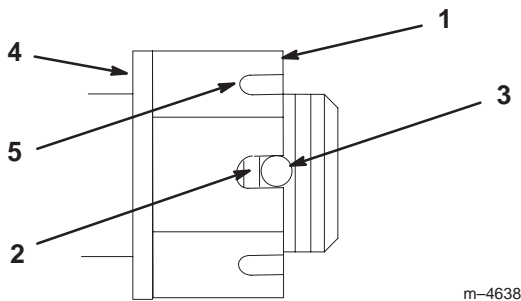

Figure 48
3. Serrez le boulon crénelé à 170 Nm (125 pieds/livres) (Fig. 48).
4. Contrôlez la distance entre la base de la fente de l'écrou et le bord intérieur du trou. On ne doit pas voir plus de deux filets (Fig. 48).
5. Si plus de deux filets sont visibles, enlevez l'écrou et placez une rondelle entre le moyeu et l'écrou (Fig. 48).
6. Serrez le boulon crénelé à 170 Nm (125 pieds/livres) (Fig. 48).
7. Serrez l'écrou jusqu'à ce que le jeu de fentes suivant soit en face du trou de l'axe (Fig. 48).